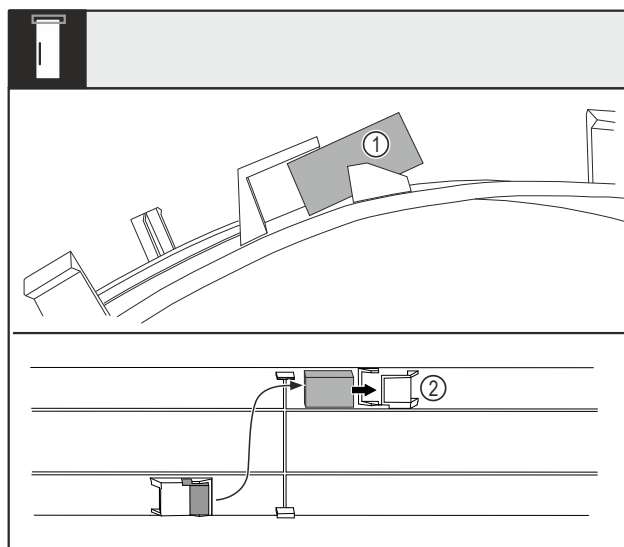

Fig. 5
► Savinite poklopac i izvucite magnet vrata Fig. 5 (1) iz gnijezda.
► Umetnite magnet vrata u drugo gnijezdo Fig. 5 (2).